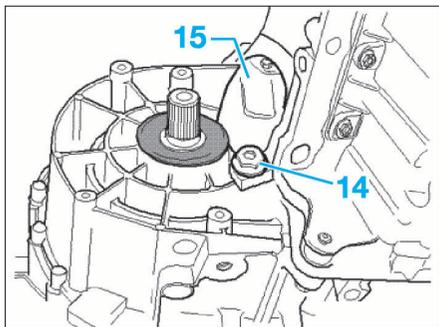

FIG. 7
- S'il y a lieu, déposer l'appui (12) du système d'échappement sur la boîte de vitesses.
- Déposer les demi-arbres de roues gauche et droit des arbres à bride (13) de la boîte de vitesses et les suspendre à la caisse à l'aide de fil de fer.
- Déposer (Fig.7) :
- la vis (14).
- la tôle (15).